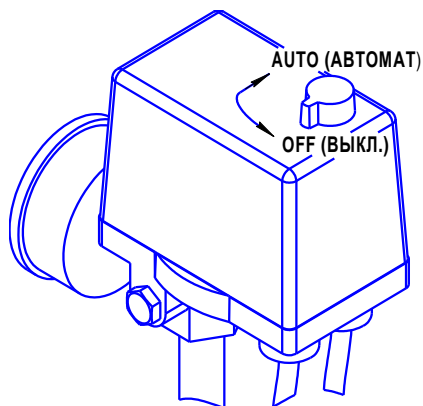

Рисунок 3
- 1 Проверьте, чтобы выключатель на прессостате находился в выключенном положении "OFF" (см. рисунок 3).
- 1 Выключить компрессор выключателем на пресостате. Для этого необходимо переключить выключатель в положение "OFF" (см. рисунок 3). После этого остановится электродвигатель и произойдет сброс давления из нагнетательного воздухопровода и поршневого блока.